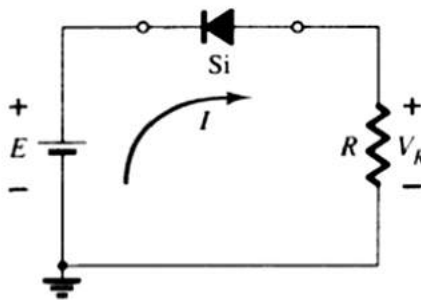

Figura 78: Circuito básico de polarização inversa
- Monte o circuito apresentado na Figura 78. Considere os seguintes valores: $R = 1k\Omega$, $E = 10V$, Diodo 1N4001 (1N4004 ou 1N4007).